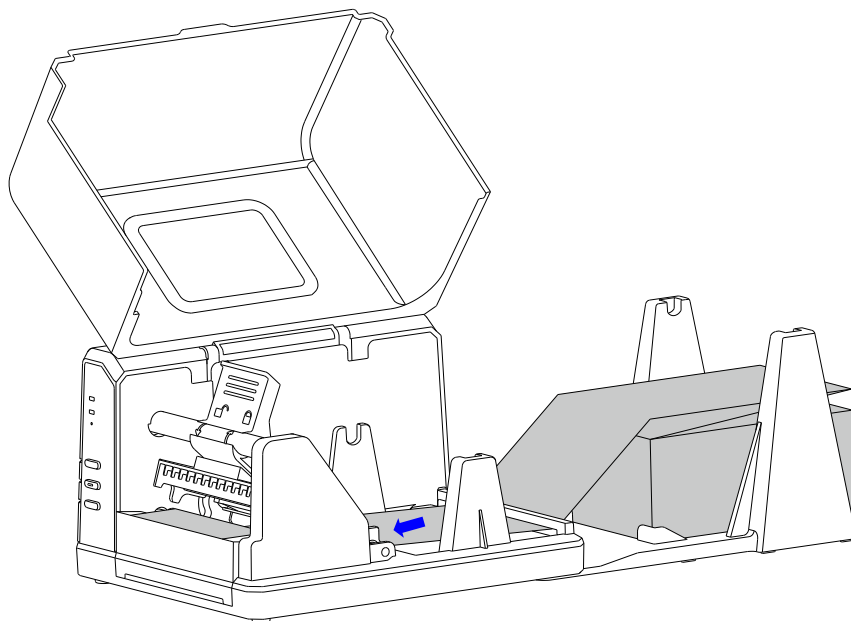

图 2-17
3. 将折叠纸置于外挂纸架的卡槽内，标签纸依次穿过打印机的穿纸口、纸张导向杆下方，并从打印模组下方穿出，将两个纸张导向片靠紧标签纸，但不能挤压使其变形。如图 2-17 所示。